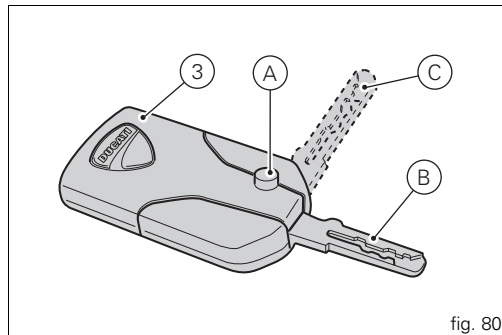

fig. 80
La parte metálica de la llave (3) se encuentra escondida dentro a la misma, presionando el pulsador (A, fig. 80) se abre completamente la parte metálica posición (B, fig. 80). Presionando el pulsador (A, fig. 80) es posible colocar la parte metálica en la posición intermedia (C, fig. 63); una vez que se ha alcanzado esta posición soltar el pulsador para bloquearla.
Con el vehículo en “key-on” y “motor apagado”, después de treinta segundos consecutivos sin la presencia de la llave activa (3, fig. 80) la motocicleta se apaga automáticamente sin que el usuario ejecute ninguna acción.